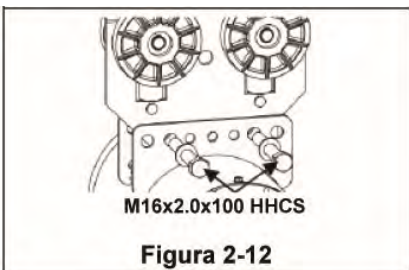
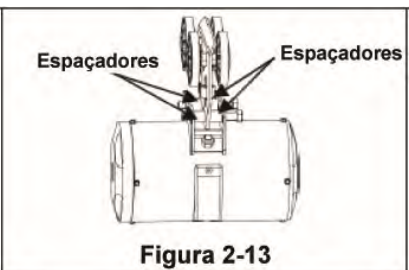

Figura 2-12
Figura 2-13
- Etapa 1. Deslize os dois (2) M16 x 2,0 x 100 mm HHCS com arruelas M16 através dos orifícios em uma das placas no suporte conforme indicado abaixo (Ver Figura 2-12).
- Etapa 2. Deslize um (1) espaçador de 5/8 x 1 pol. [25 mm] em cada parafuso e deslize os parafusos através dos orifícios de fixação no carrinho.
- Etapa 3. Instale os dois (2) espaçadores restantes, um (1) por parafuso, entre o carro e a segunda placa no suporte conforme indicado (Ver Figura 2-13).